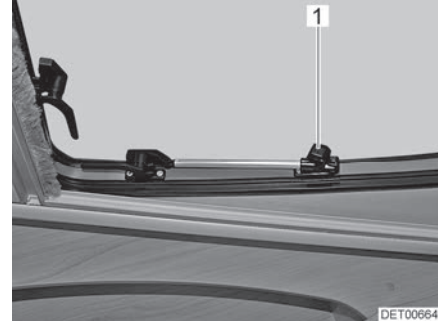

Fig. 46 Lucernario con deflettori a rotazione, aperto
- Aprire il lucernario fino alla posizione desiderata e fissarla mediante il pomello zigrinato (Fig. 46,1).
- Ruotare il pomello zigrinato (Fig. 46,1) fino a che l'arresto viene sbloccato.